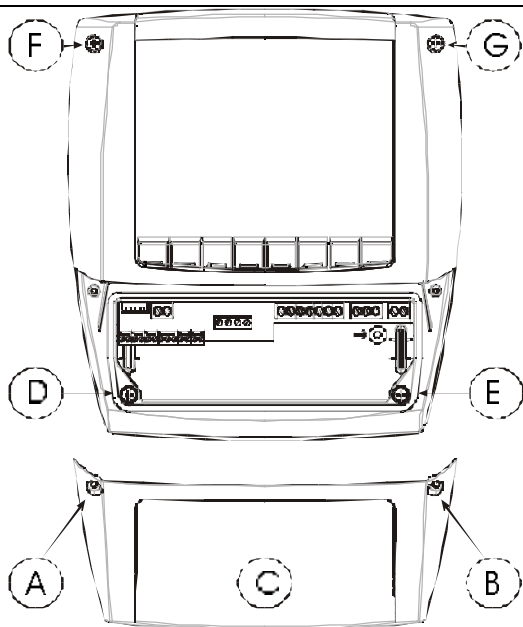

FIG. 1
1. Csavarozzák a 4 elülső csavart (Fig. 1, A, B, F, G) és távolítsa el a burkolatot (Fig. 1, C).
2. Csavarozzák a 2 csavart (Fig. 1, D, E), amelyek a készülék elülső és alsó részét rögzítik, és szedje szét a két részt.
7. A 4 csavar segítségével helyezze vissza a készülék elülső részét. Fig. 1, D, E, F, G. (ne fejtse ki túl nagy nyomást, nehogy a műanyag deformálódjon).
2. Csavarozza ki a 4 elülső csavart (Fig. 1, A, B, F, G) és távolítsa el a burkolatot (Fig. 1, C).
3. Csavarozza ki a 2 csavart (Fig. 1, D, E), amelyek a készülék elülső és alsó részét rögzítik, és szedje szét a két részt.
7. A 4 csavar segítségével helyezze vissza a készülék elülső részét. (méretek: 4x35 mm), Fig. 1, A, B, D, E. Maximális panel vastagság: 6mm.